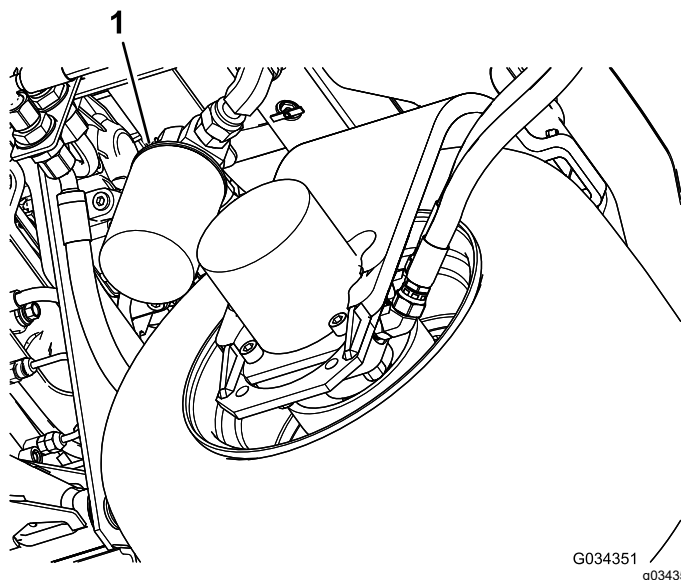

Figure 96
2. Nettoyez la zone autour de la surface de montage du filtre. Placez un bac de vidange sous le filtre (Figure 96) et enlevez le filtre.